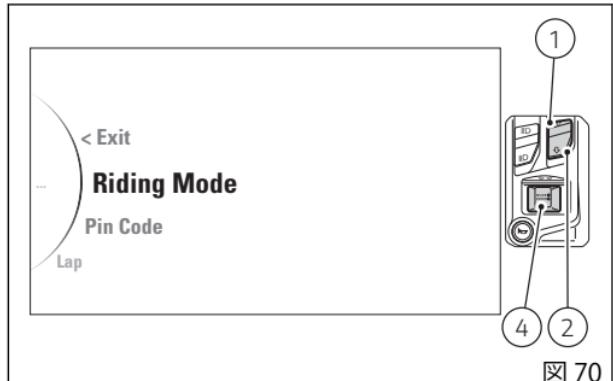

図 70
- ボタン (1) またはボタン (2) を押して “Riding Mode” の表示を選択し (図 70)、ボタン (4) を押します。